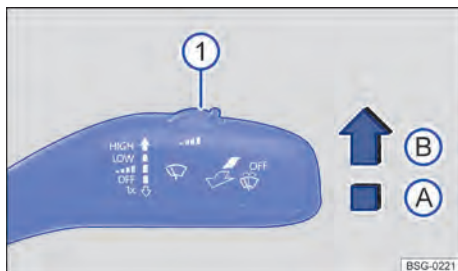

Fig. 94 À direita da coluna de direção: alavanca dos limpadores dos vidros.
Pressionar a alavanca para a posição desejada → Fig. 94:
A sensibilidade do sensor de chuva e de luz pode ser ajustada manualmente com o interruptor na alavanca dos limpadores do para-brisa → Fig. 94 ①, → ⚠.